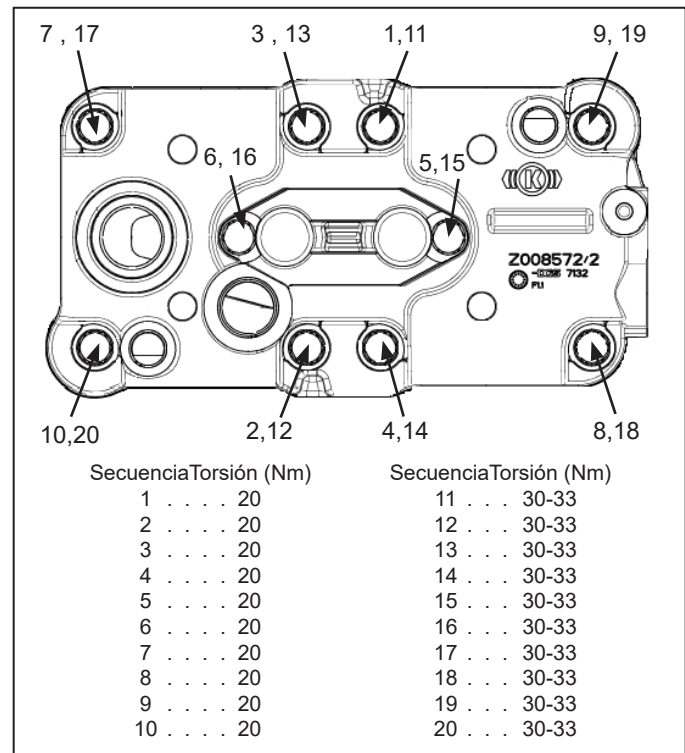

Figura 7 – Secuencia de torsión del perno de la culata del compresor 720cc Bendix®
7. Instale los ocho tornillos de cabeza largos (N) en la culata. **Nota: Se debe aplicar una ligera película de aceite a las roscas de estos pernos roscados antes de instalarlos. No se debe aplicar aceite a ninguno de los otros pernos.**
8. Instale los dos tornillos de cabeza cortos (M) en la culata. **Importante:** Los dos tornillos de cabeza cortos (M) deben ser instalados en las posiciones de los agujeros designados en secuencia "6,16" y "5,15" como se muestra en la *Figura 7*.
9. "Ajuste" los tornillos de cabeza del cabezal y luego apriete usando la secuencia de torsión definida en la *Figura 7*. La torsión final será de entre 265 y 292 lb.-pulgada (30-33 Nm).